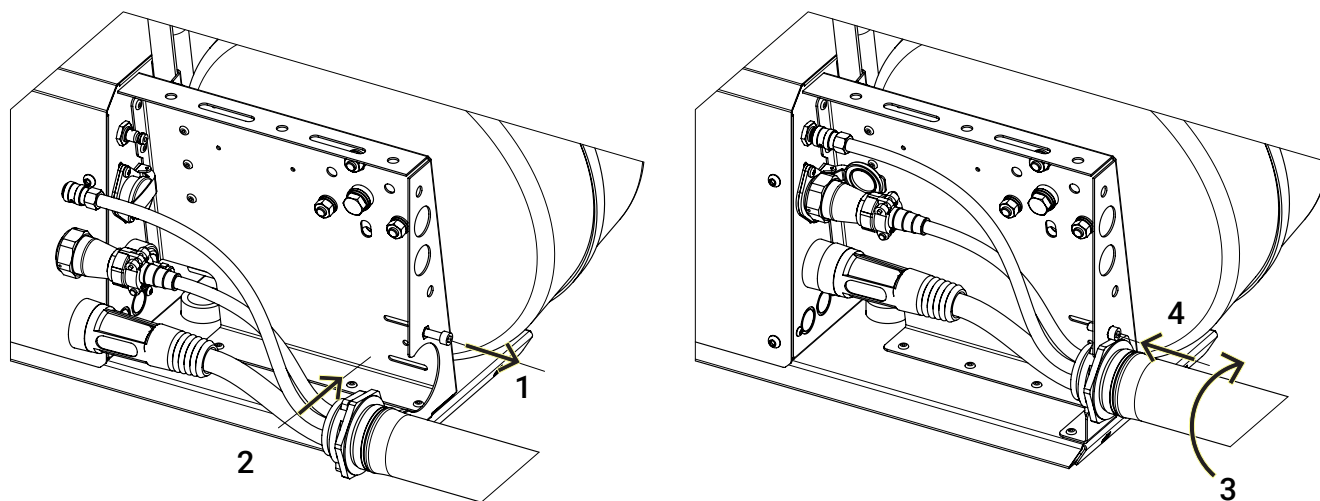

Рис. 10 – Подключение кабель-пакета к УПП.
- 3.1 Открутить винт на задней панели УПП, винт можно не снимать (1 на Рис. 10).
- 3.2 Вставить в паз УПП зажим кабель-пакета (2 на Рис. 10).
- 3.3 Провернуть зажим кабель-пакета на 90° в любом направлении (3 на Рис. 10).
- 3.4 Вкрутить винт обратно (4 на Рис. 10). Винт не удерживает весь кабель-пакет.